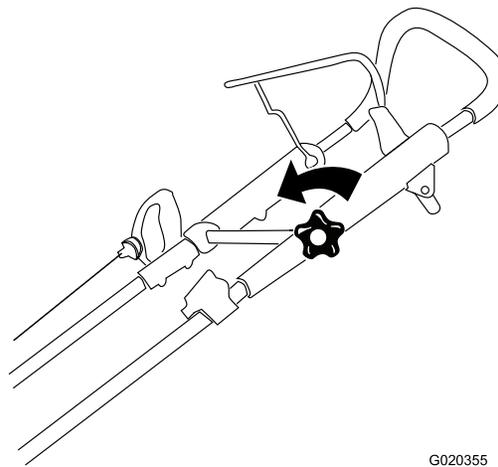

Figure 14
1. Desserrez le bouton de la partie supérieure du guidon (Figure 14).